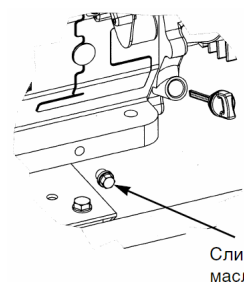
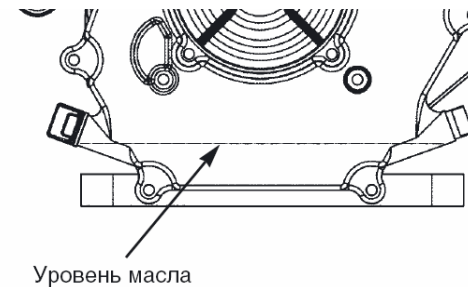

Рис. 5.
Рис. 6.
9.2.1. Вывинтить шуп-пробку поз. 24 (рис. 1) из горловины картера, см. также рис. 5. Опустить в горловину сухой, чистый шуп и вытащить его – край смоченной маслом области должен располагаться между отметками минимального и максимального допустимого уровней.
9.2.2. Залить в горловину масло до нижнего края заливного отверстия (рис. 6). Проверить уровень масла в соответствии с п. 9.2.1.
9.6.1. На прогретом до рабочей температуры двигателе вывинтить пробку для слива масла поз. 23 (рис. 1), см. также рис. 5., поместив под сливным отверстием вспомогательную емкость. После прекращения истечения масла установить пробку на штатное место и затянуть. Залить масло в горловину, удалив шуп поз. 24 (рис. 1), см. также рис. 6, до нижнего края заливного отверстия (рис. 6). Проверить уровень в соответствии с п. 9.2.